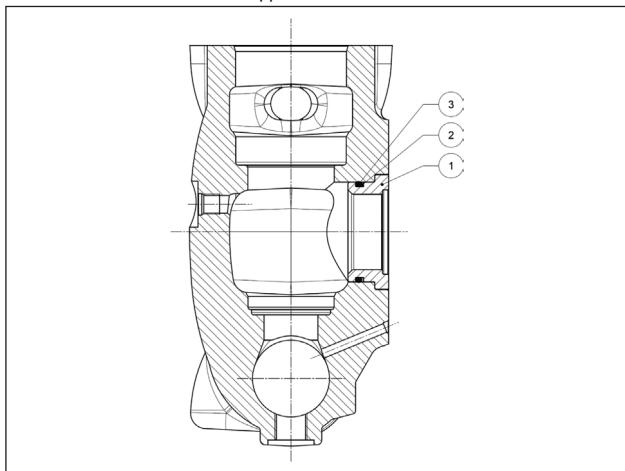
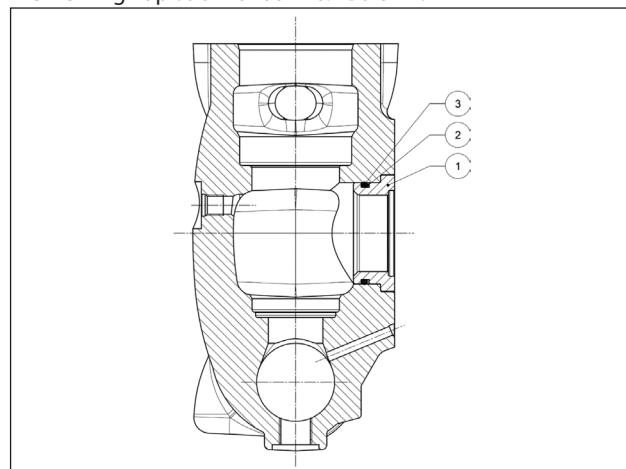

Рис. 167
Рис. 168
Механически обработанный торец должен быть собран путем запрессовки втулок (поз. ①) в комплекте с антиэкструзионными (поз. ②) и уплотнительными кольцами O-ring (поз. ③), как показано на Рис. 167 для LK36-40-45 и на Рис. 168 для LK50-55-60: